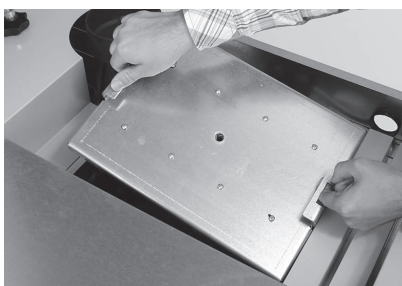
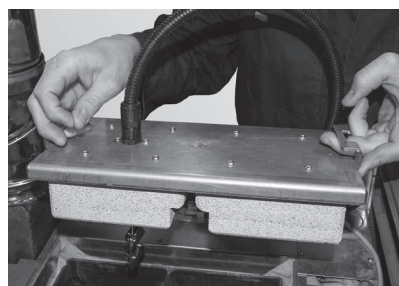

Fig. 68 Deckel herausheben
Fig. 69 Deckel herausheben, Kabel **NICHT** abstecken – Pelletskessel mit elektrostatischem Staubabscheider
- ▶ Deckel herausheben, bei Pelletskessel mit elektrostatischem Staubabscheider Kabel **NICHT** abstecken, sondern Deckel vorsichtig zur Seite legen – Fig. 68, Fig. 69.